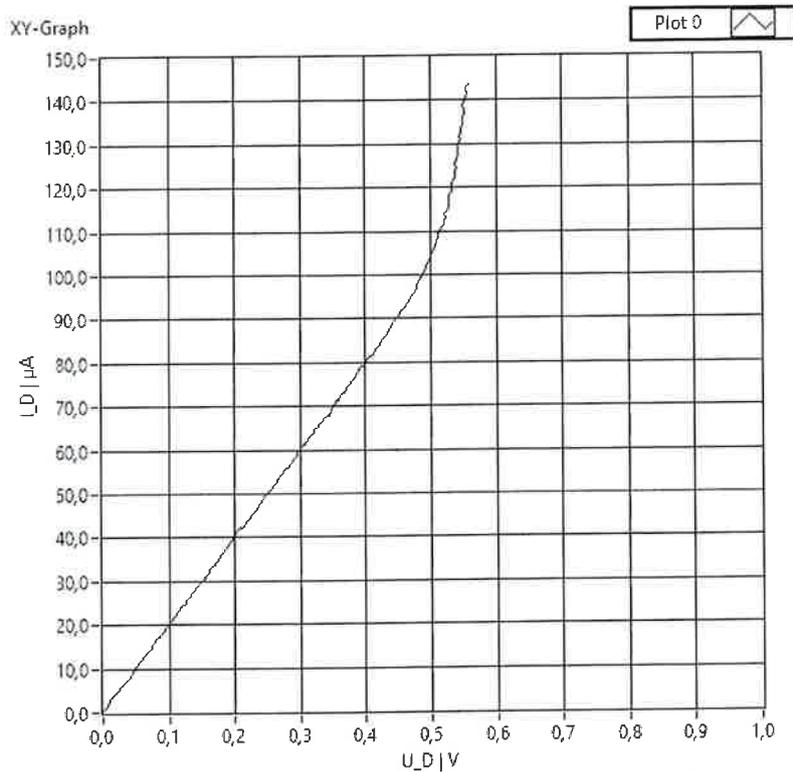

Abbildung 4: Aufnahme der Diodenkennlinie mit Floating Source - Schalterstellung ✓
- c) (Siehe Abbildung 4) Es wird 5 das Messobjekt verfälscht geändert (Rin U0).